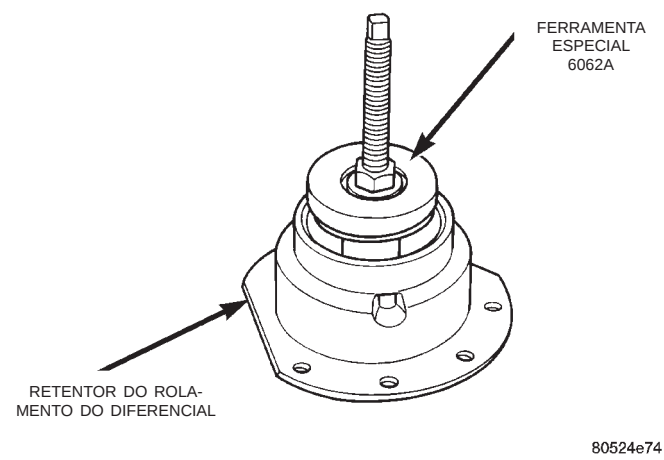
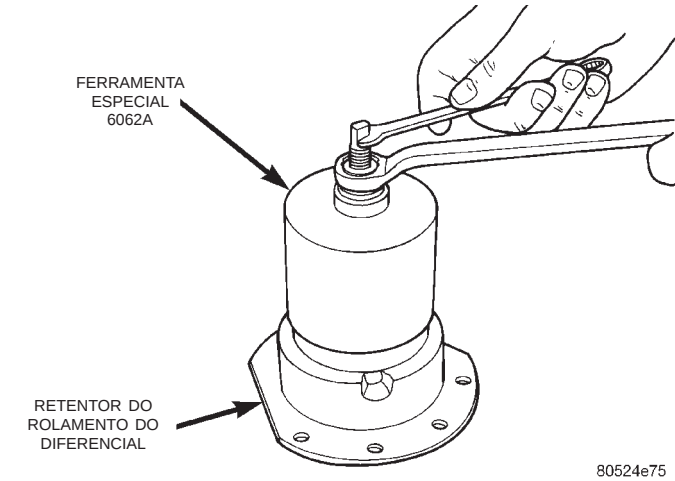

Fig. 292 Posição da Ferramenta Removedora da Capa do Rolamento no Retentor
Fig. 293 Remoção da Capa do Rolamento
(6) Utilizando a Ferramenta Especial Miller L-4518, remova a pista do rolamento do diferencial da caixa de extensão.
(7) Utilizando a Ferramenta Especial Miller 6062A, remova a pista do rolamento do diferencial do retentor do rolamento (Fig. 292) (Fig. 293).